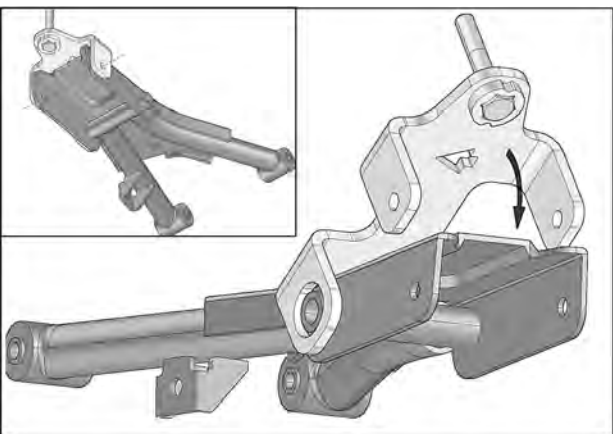

Fig. 8
7. Pivoter l'ancrage anti-rotation jusqu'à ce que les trous de l'ancrage s'alignent avec les trous dans le bras de suspension. See Fig. 8